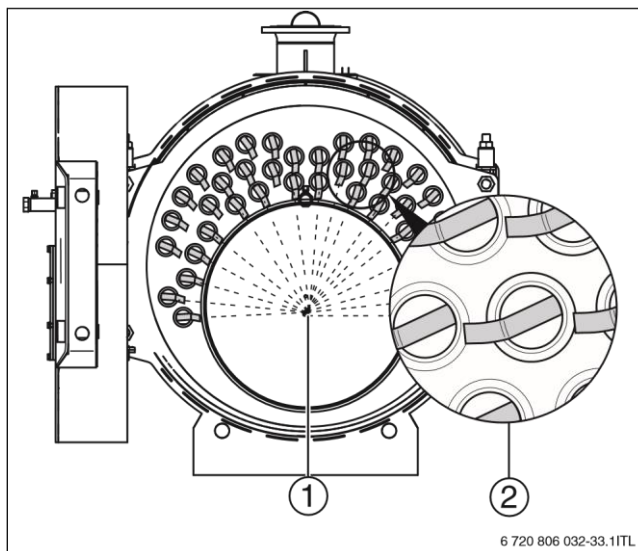

Рисунок 26 Установка турбулизаторов
► Устанавливайте турбулизаторы так, чтобы все концы (→Рисунок 26, [2]) были направлены к середине камеры сгорания.